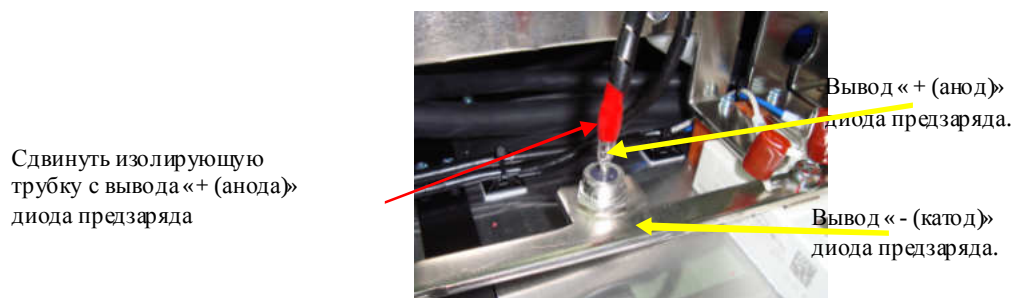

Рис. 4.14.
4.10.3. Проверить диод предзаряда (рис. 4.14), подсоединя к его выводам мультиметр в режиме «Прозвонка диода» (чтобы получить доступ к выводу «+ (анод)» диода предзаряда, изолирующую трубку с вывода необходимо сдвинуть). Если диод предзаряда исправен, то при прямой проводимости показания прибора должны составлять $0,3 - 1,0$, при обратной проводимости - «обрыв цепи». При иных показаниях прибора диод предзаряда считается неисправным и подлежит замене.